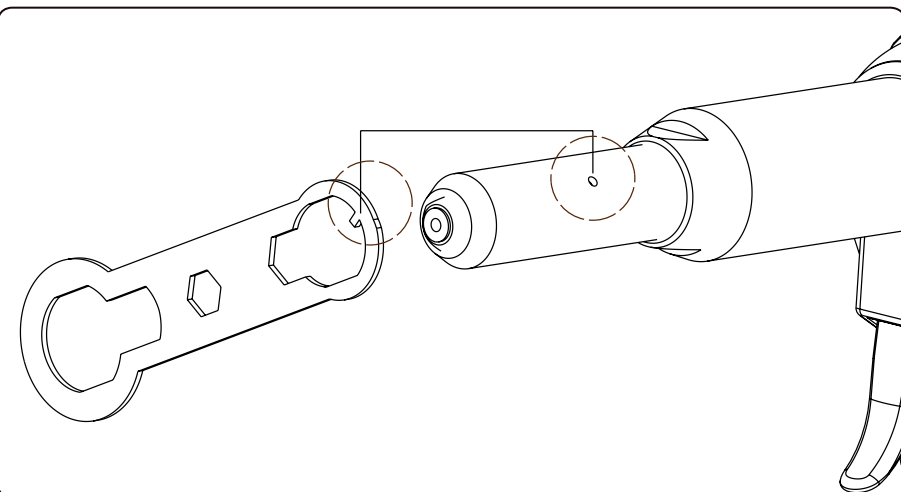

Abb.7, Platzierung der Schlüsselnase in der Bohrung im Pistolenlauf
- Falls ein Zugang zu den Klemmbanken (Teil 3, Abb.8) oder einem anderen Geräteteil erforderlich ist, schrauben Sie den Pistolenlauf mit Hilfe des mitgelieferten Schlüssels ab. Im den Pistolenlauf mit dem Schlüssel abschrauben zu können, muss die Nase am Schlüssel in die Bohrung am Pistolenlauf als Anschlag einrasten (Abb.7). Vor dem Austausch der Teile ist der Pistolenabzug zu drücken und loszulassen. Sorgen Sie für ausreichende Schmierung der Bestandteile im Pistolenlauf, vor allem nachdem sie ausgetauscht wurden. Zur Schmierung ist ein Maschinenfett zu verwenden.